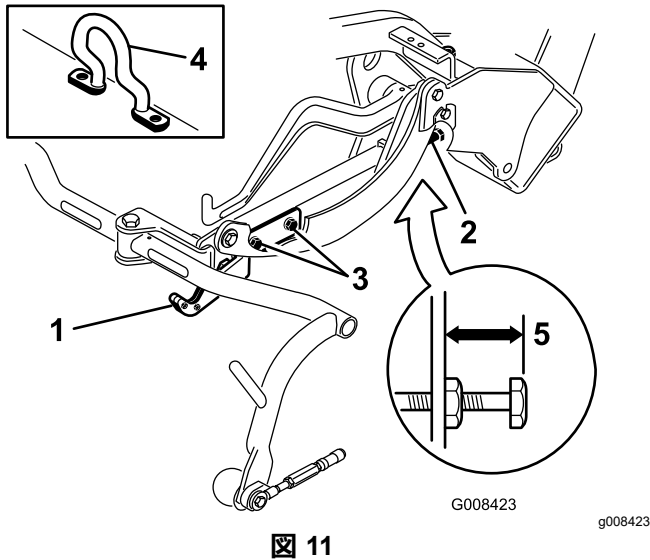
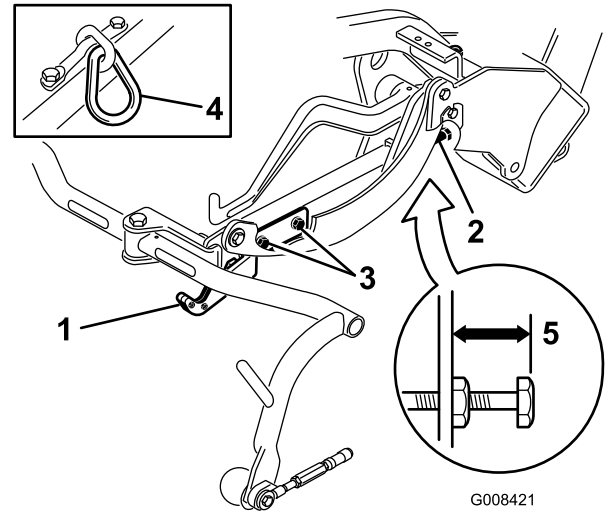
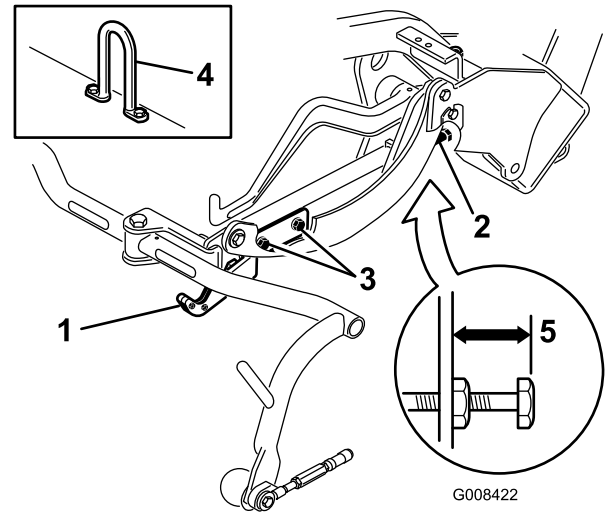

図 11
図 12
図 13
移動走行時の高さを調べ図 12と図 13、必要に応じて調整する。
2. オフセット吊り下げフック図 11、挿入図のついているカッティングユニットでは、キャリアフレーム調整ねじの上端からキャリアフレームの背面までの距離が 25 mm になっていることを確認する。距離が 25 mm でない場合には手順 へ進む。4
3. チェーンリンクまたはストレートリフトフック図 12と図 13、挿入図のついているカッティングユニットでは、キャリアフレーム調整ねじの上端からキャリアフレームの背面までの距離が 22 mm になっていることを確認する。距離が 22 mm でない場合には手順4 へ進む。オフセットリフトリンク図 11のついているカッティングユニットの場合は、次のステップに進む。
4. 移動走行プレート取り付けねじをゆるめる図 12と図 13と図 11。
7. キャリアフレームの高さが同じでない場合には、キャリアフレーム調整ねじについているジャムナットをゆるめる 図 11と 図 12と 図 13。高くするにはねじを外方向にまわし、低くするには内方向にまわす。調整ができたならジャムナットを締めて調整を固定する。